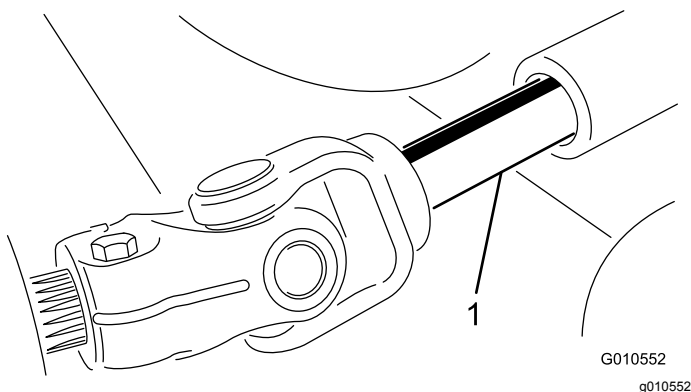

図 23
5. PTO シャフトのオスメスの接続部分を解除して、カuttingユニットをトラクションユニットから引き出す 図 23。
3. オスの PTO シャフトとメスの PTO シャフトを接続する 図 23。